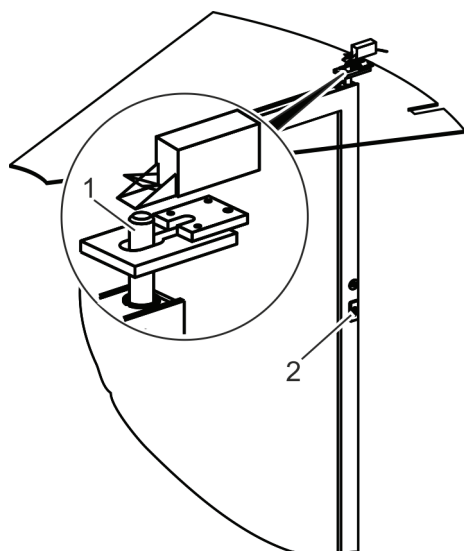

Рис. 25 Разблокировка блокировочного устройства со штангой (опция)
1. Разблокировать блокировочное устройство со штангой с помощью цилиндра замка (рис. 25/2).
- » Блокировочное устройство со штангой (рис. 25/1) расположено в створке.